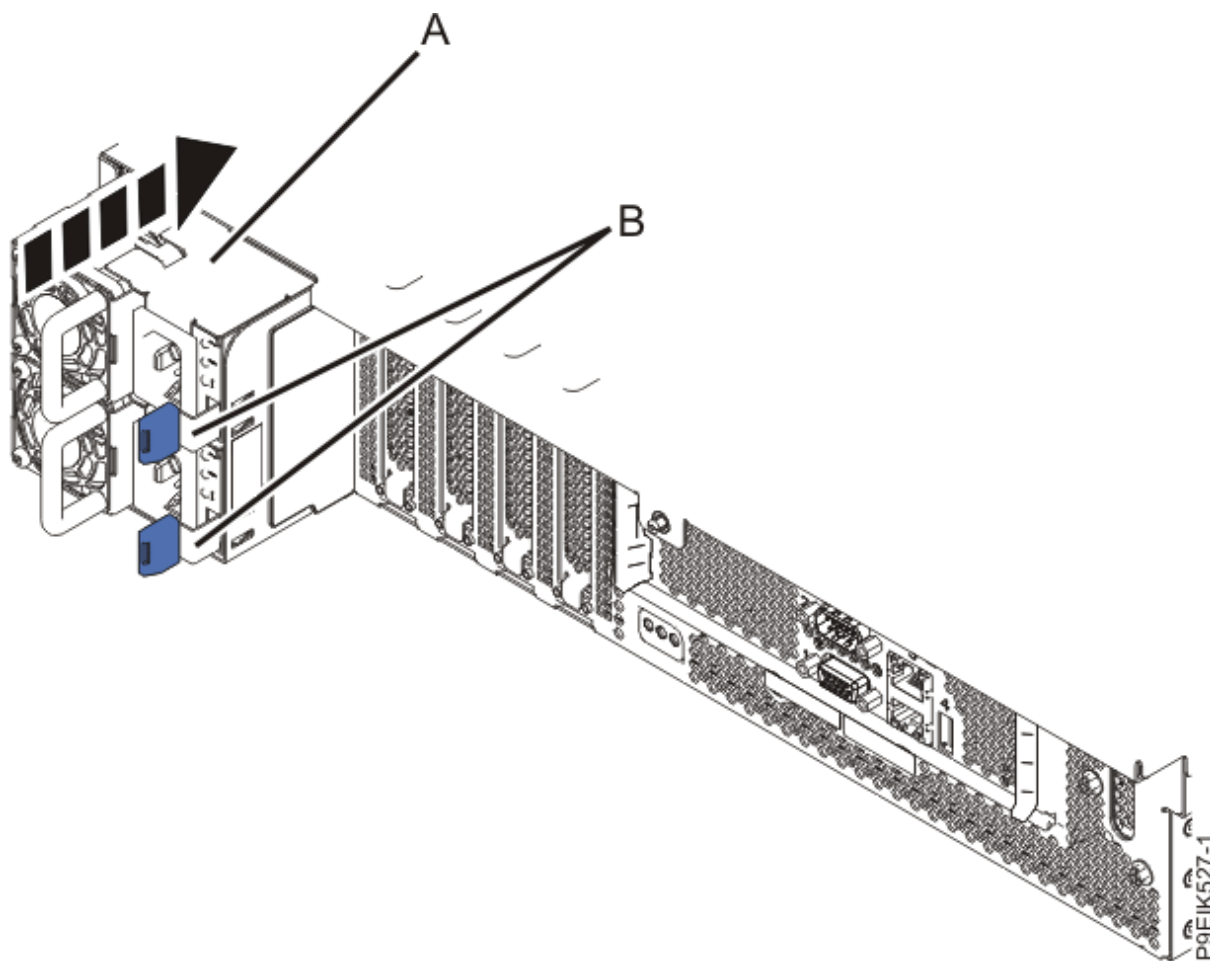

Figura 189. Sustitución de las fuentes de alimentación en el sistema
6. Sustituya las fuentes de alimentación tal como se muestra en la Figura 189 en la página 210.